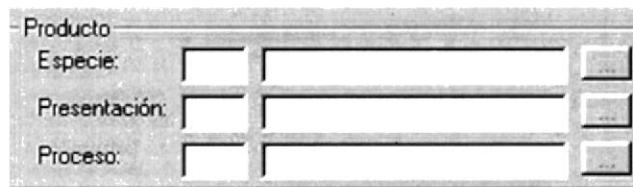

Figura 11.30 Opción Producto
7. Si elige **Producto** se activará los botones de búsqueda (ver figura 11.30).